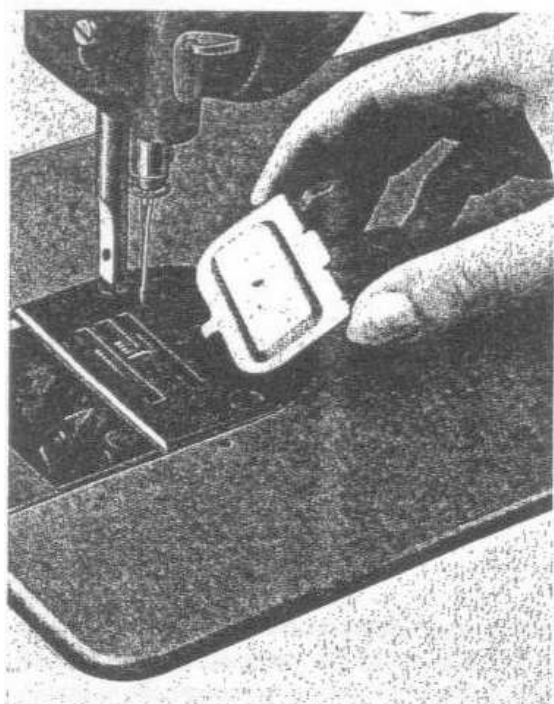
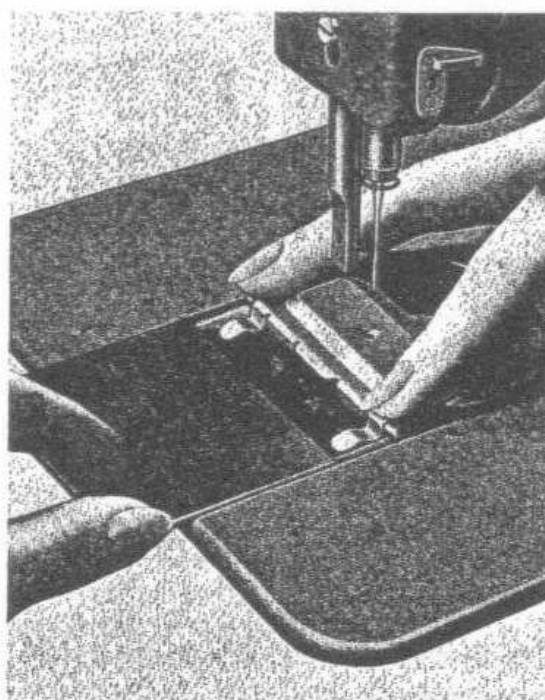

Fig. 30
Fig. 31
2. Mettre en place la plaque de recouvrement (fig. 30) et la bloquer par la glissière de plateau (fig. 31).